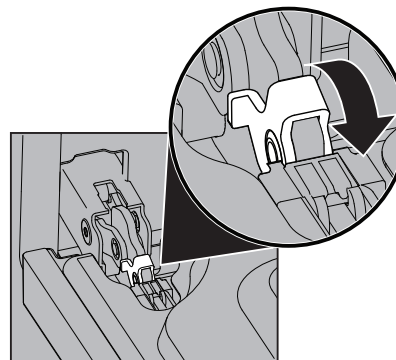
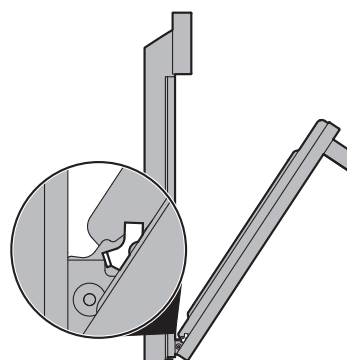

Figure 13: Serrure de charnière de porte
Figure 14: Position de retrait
2. Tirez vers l'avant le verrou situé sur chaque support de charnière du four jusqu'à ce que le verrou s'arrête. Vous devrez peut-être appliquer une petite pression vers le haut sur le verrou pour le tirer vers le haut (Figure 13 et Figure 14).
2. Tenez la porte du four au même angle que pour le retrait. Insérez avec précaution les leviers de charnière dans le cadre du four jusqu'à ce que vous sentiez que les leviers de charnière sont logés dans les encoches de charnière. Les bras de charnière doivent être entièrement insérés dans les encoches de charnière avant que la porte du four ne puisse être complètement ouverte. (Figure 14).